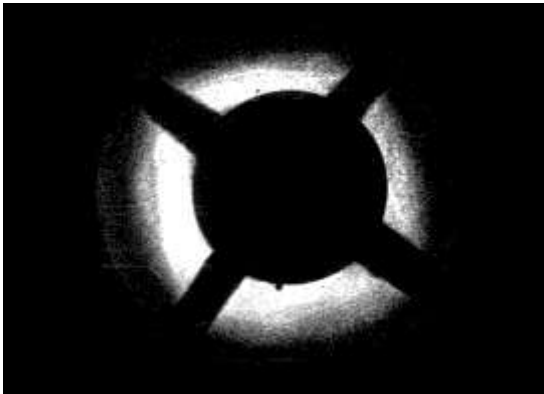
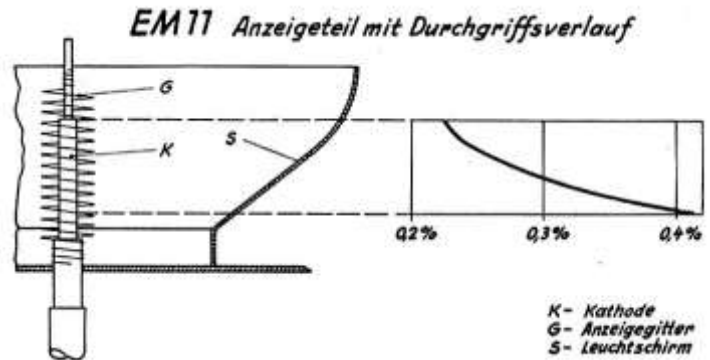

Bild 1, UM11
Bild 3, Durchgriffsverlauf bei der EM11
1. Der Leuchtschirm wird nicht in vollem Umfang bis an die Außenkante gleichmäßig ausgeleuchtet (Bild 1). Die Leuchtstärke nimmt hierbei mit dem Abstand des Leuchtschirmes von der Katode ab.
Bild 3 ist der Durchgriffsverlauf einer EM11 gezeigt. Hierbei ist der Durchgriff am oberen Ende nur halb so groß wie am unteren. Dadurch Erreichen nur wenige Elektronen den oberen Rand, wodurch der Schirmrand eher dunkel bleibt wie in Bild 1 dargestellt.